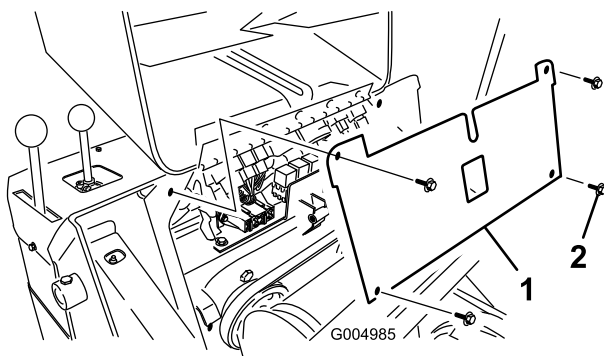

Рисунок 45
4. Отвинтите 4 винта, которые крепят панель предохранителей, затем снимите панель, потянув ее на себя и вверх (Рисунок 45).